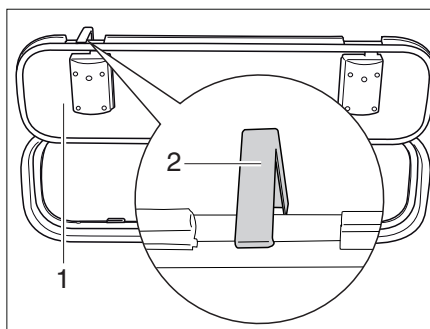

Fig. 55 Crochet de sécurité du portillon extérieur
- Ouvrir le portillon extérieur (Fig. 55,1) et tourner vers le haut le crochet de sécurité (Fig. 55,2) à la paroi du véhicule.
- Pousser le crochet de sécurité (Fig. 55,2) vers le haut.